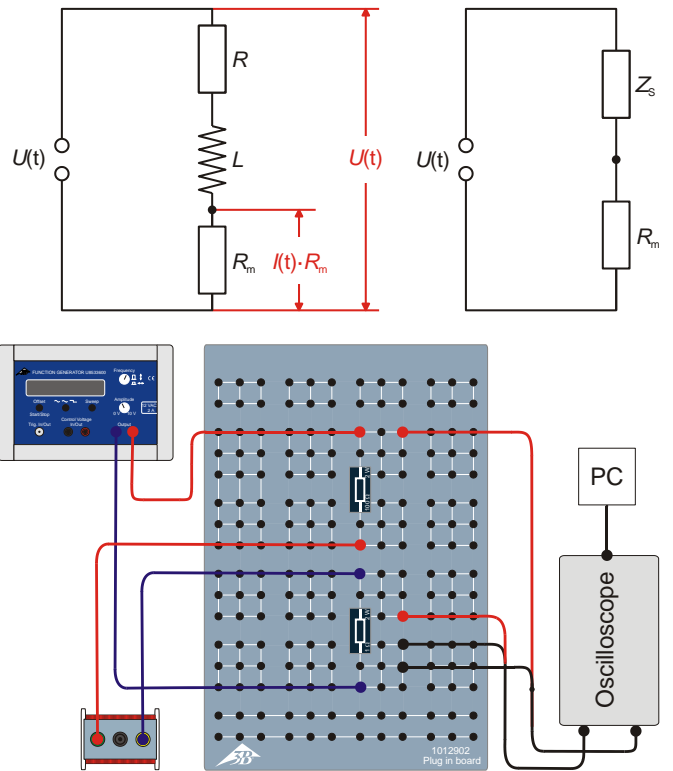

Fig. 2: Schéma de couplage (en haut à gauche), schéma équivalent (en haut à droite) et schéma du montage (en bas) pour le circuit série.
Dans l'expérience, ce courant est déterminé à partir de la chute de tension $U_m(t)$ sur une résistance de travail R_m (Fig. 2, 3), et dimensionné de sorte que $U_{m0} \ll U_0$, c'est-à-dire que la tension appliquée chute presque complètement sur Z_S / Z_P . Le courant ainsi déterminé traverse tant Z_S que Z_P , car les deux résistances sont montées en série par rapport à R_m (voir les schémas équivalents des Fig. 2, 3). Étant donné que $U_m(t) = I(t) \cdot R_m$, la courbe dans le temps $U_m(t)$ traduit ainsi la courbe dans le temps $I(t)$ du courant.
- Réaliser l'agencement de mesure pour le circuit série (Fig. 1, à gauche) conformément au schéma de couplage (Fig. 2) avec $R_m = 1 \Omega$, $R = 100 \Omega$ et la bobine avec $N = 1200$ spires / $L = 23,0$ mH.